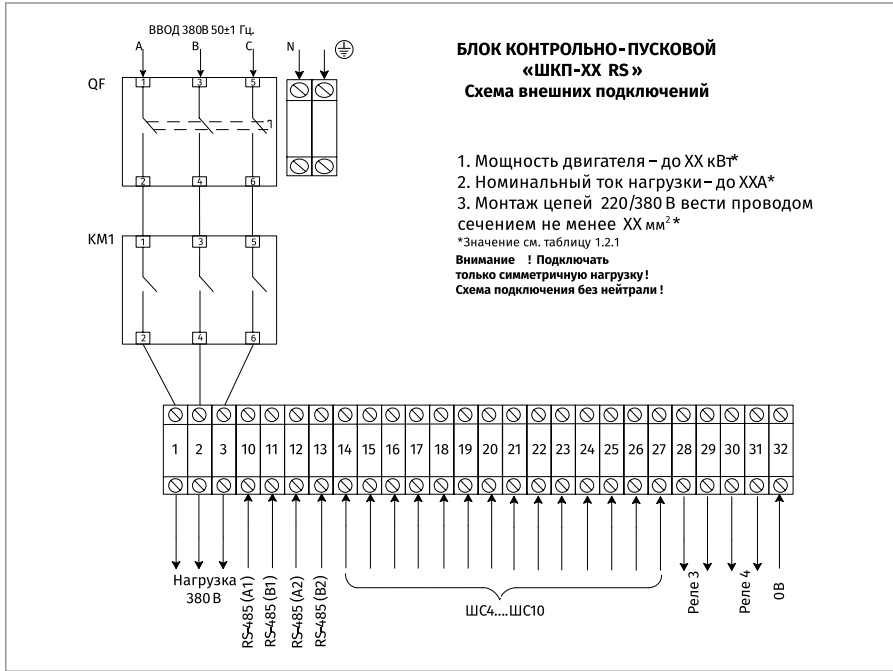

Рисунок 9. Схема подключения блоков ШКП-XXRS при 380 В
2. Подключение соединительных линий выполняйте в соответствии с проектной документацией и схемой на Рисунок 9.